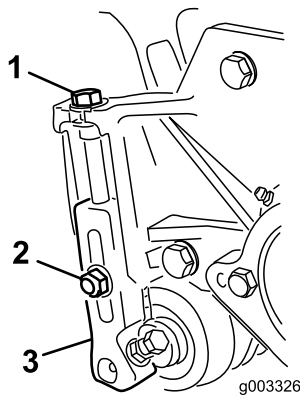

Figura 24
1. Afloje las contratuercas que fijan los brazos de altura de corte a las chapas laterales de la unidad de corte (Figura 24).